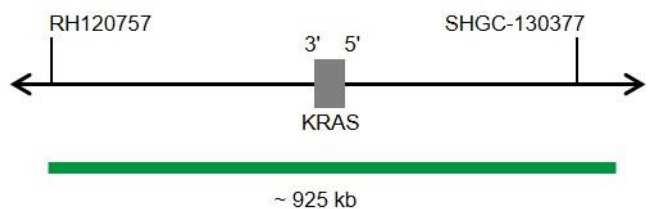

Fig. 1: Mappa della sonda SPEC KRAS (non in scala)
- Polinucleotidi (~10 ng/μl) marcati con fluorocromo ZyGreen (eccitazione 503 nm/emissione 528), le cui sequenze target mappano in 12p12.1* (chr12:24,916,728-25,839,353) in cui è localizzato il gene KRAS (vedere Fig. 1).